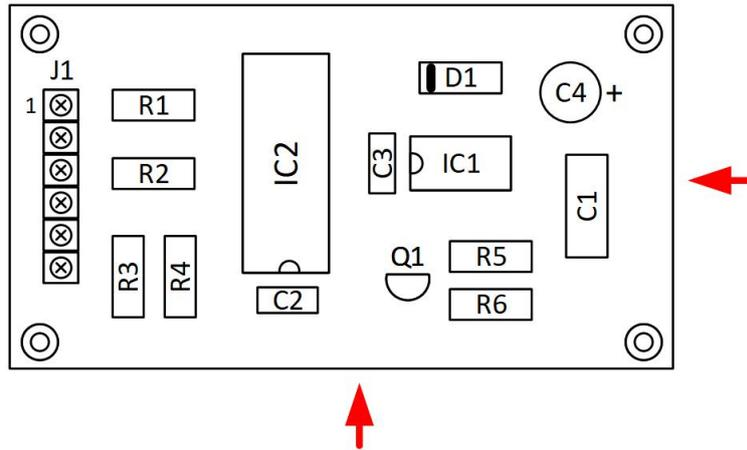

图 3 PCB 标识识别方向示意图
- 同一个元件和标识摆放方向一致，电路板最多两个识别方向，如图 3 所示;